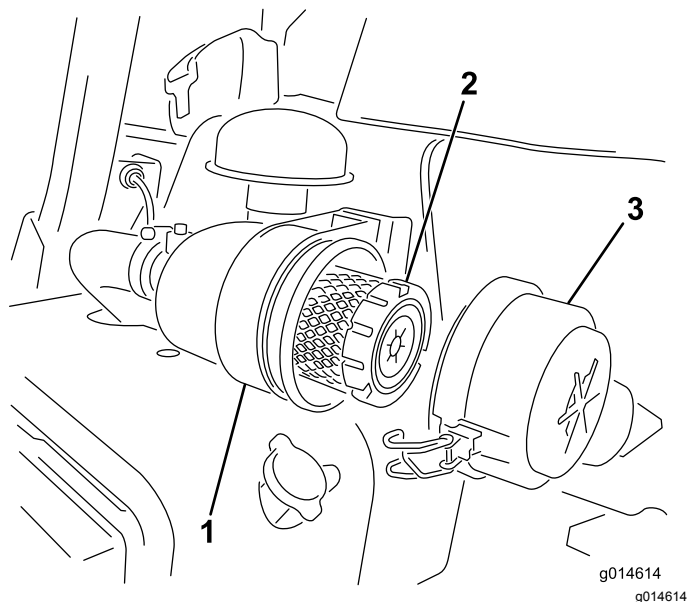

Figura 38
1. Rilasciate i fermi che fissano il coperchio del filtro dell'aria al relativo corpo (Figura 38).
7. Fissate i fermi (Figura 38).